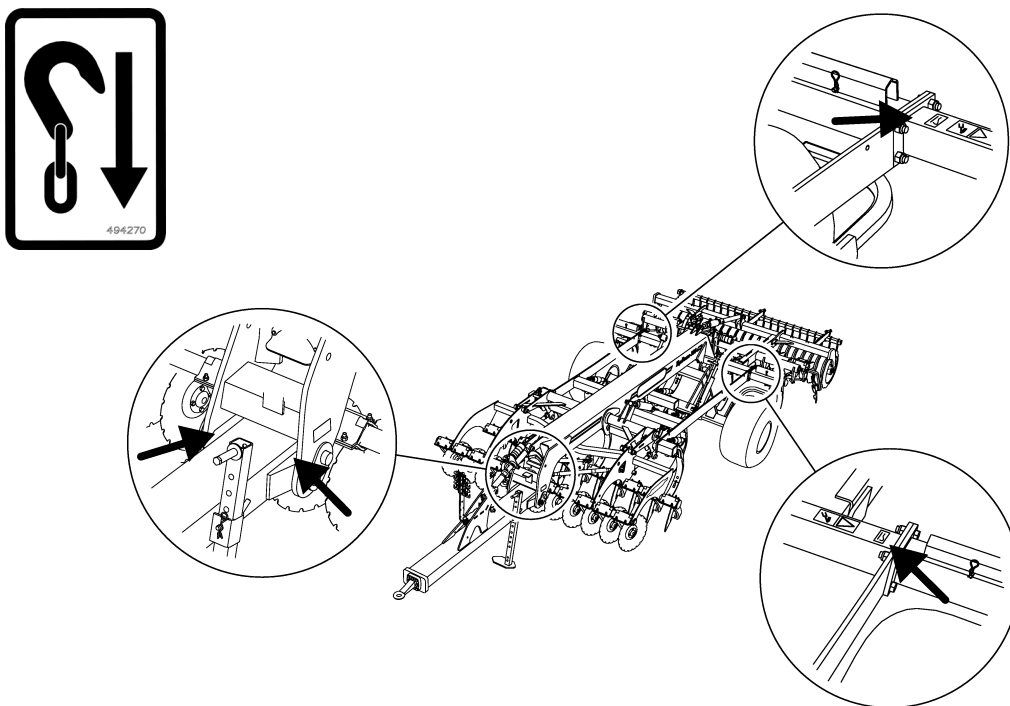

Figure 1.8
- 8 Sujetar la máquina con los estrobo adecuados, de conformidad con la normativa vigente. Los estrobo deben fijarse en la máquina en las posiciones indicadas en las etiquetas; ver “Figure 1.8”.
- 1 Soltar todos los estrobos de fijación para el transporte; ver “*Figure 1.8* ” on page 14.